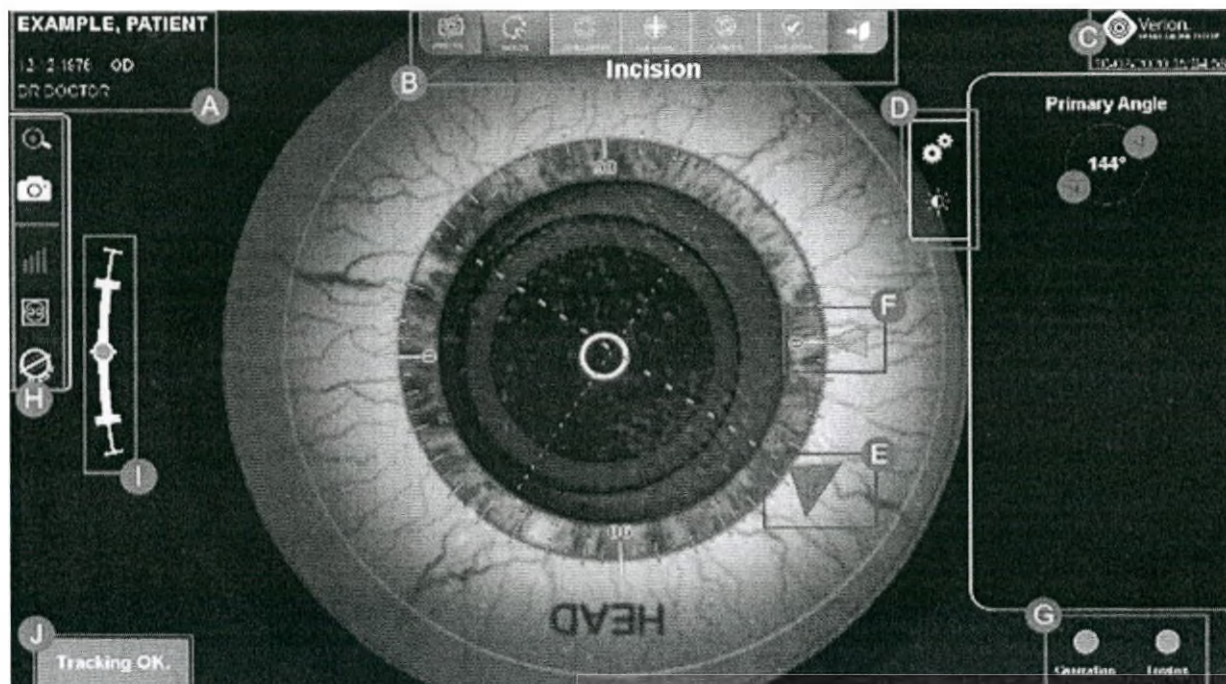
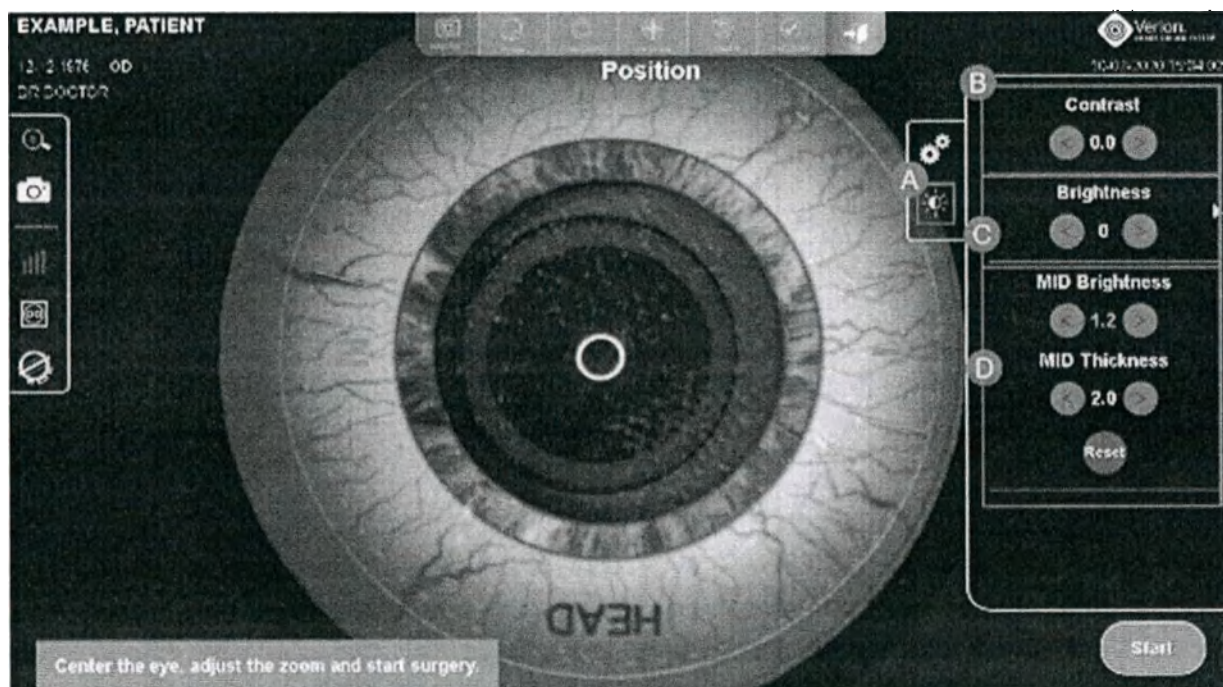

Рисунок 80. Экран изображения в реальном времени цифрового интерфейса M VERION — общий обзор
Рисунок 81. Панель настроек изображения на этапе «Положение»
Экран цифрового интерфейса M **VERION** в реальном времени содержит различные интерактивные элементы. Они позволяют перемещаться по последовательности действий операции или изменять настройки и предоставлять информацию в реальном времени. Отображаемая информация и настройки всегда связаны с этапом, активным в данный момент. На Рисунок 80 ниже показаны все элементы для этапа операции «Разрез».
По мере того, как наложения применяются к активному этапу, внешний вид и область применения дисплея будут изменяться; см. Рисунок 81.
- D)** Панель редактирования и настроек изображения позволяет изменять поворот отображаемого в данный момент наложения и регулировать настройки изображений (экран и MID); на Рисунок 80 ~~Рисунок—80~~ показана панель редактирования, а на Рисунок 81 ~~Рисунок—81~~ показана панель настроек изображения.